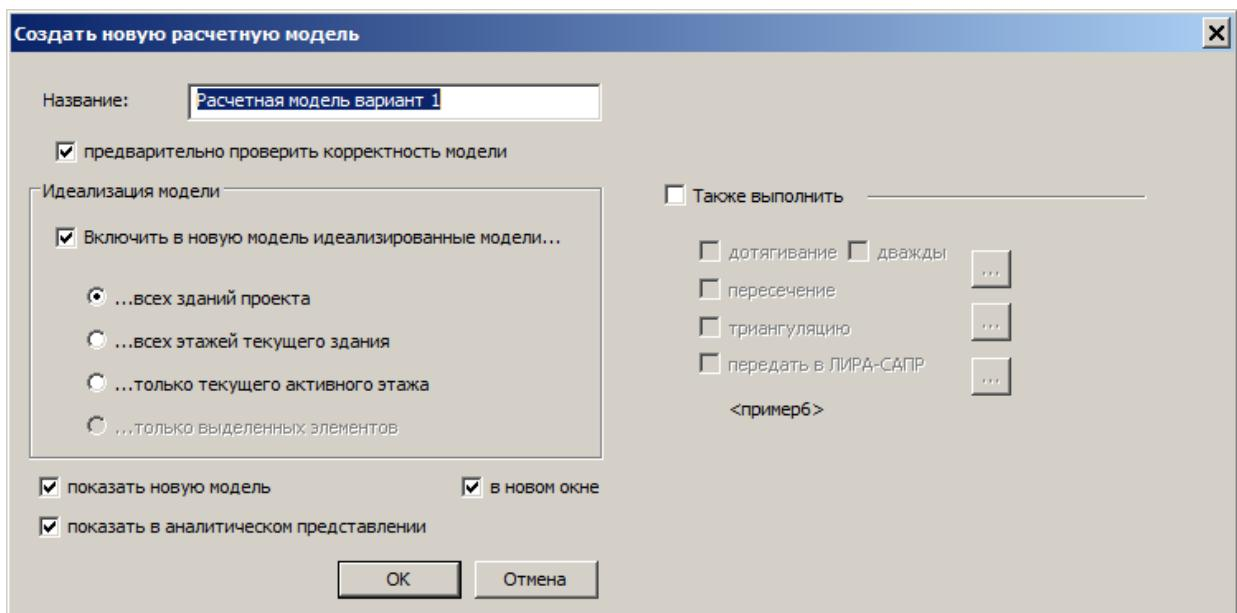

Рис.5.1. Диалоговое окно Создать новую расчетную модель
- Вызовите диалоговое окно **Создать новую расчетную модель** (рис.5.1) щелчком по кнопке  - **Расчетная модель** (на вкладке **Аналитика**).